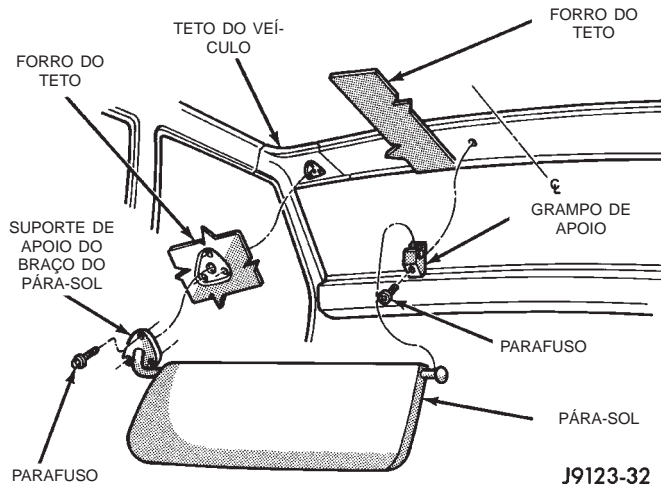
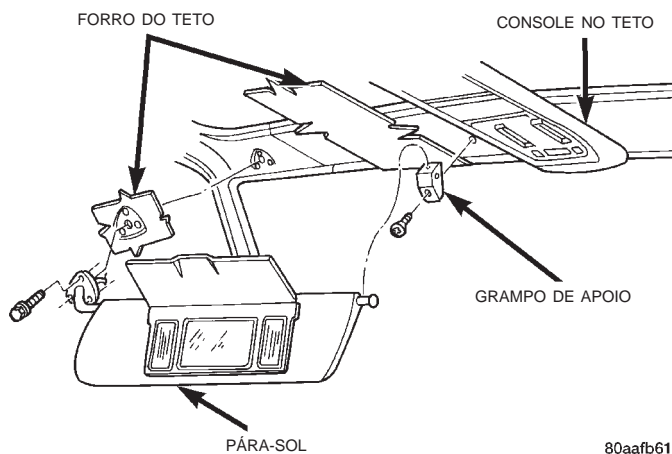

Fig. 91 Pára-sol
Fig. 92 Pára-sol com Luz de Cortesia
(1) Remova os parafusos que prendem o suporte de apoio do braço do pára-sol ao forro do teto e ao painel do teto (Fig. 91) e (Fig. 92).